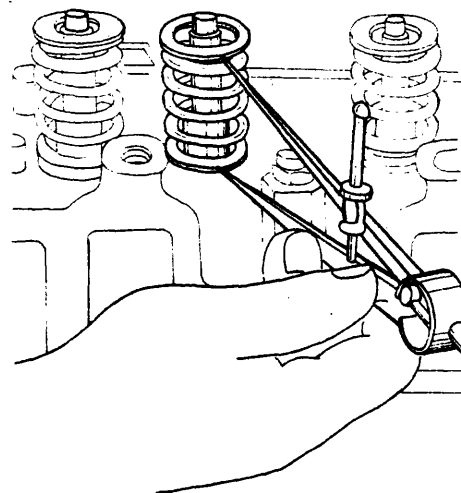

Fig. 11
- e Controle la altura de las válvulas (fig. 11).